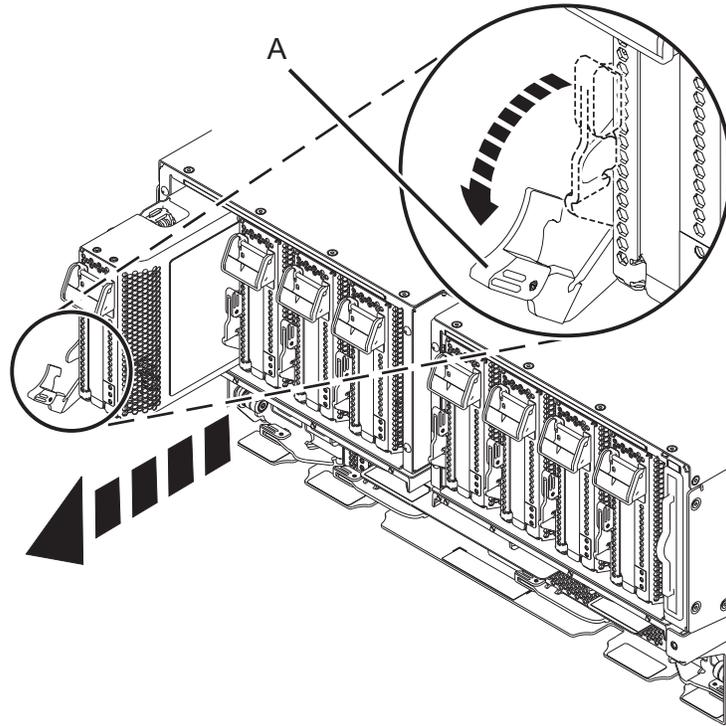

図 38. システムからの PCIe アダプター・カセットの取り外し
- b. 赤褐色のカセット・ハンドル (A) を、図 38 に示されている方向に回転させ、ハンドル (A) を押し下げて、スロットのコネクターからカセットを外します。